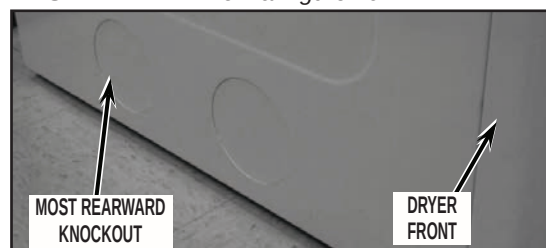

FIGURE 19
1. Faisant face à l'appareil, examiner la partie inférieure du panneau latéral de gauche. S'il y a deux (2) orifices de sortie obturés par un opercule d'obturation, ARRACHER UNIQUEMENT L'OPERCULE D'OBTURATION LE PLUS ÉLOIGNÉ VERS L'ARRIÈRE. Voir la Figure 19.